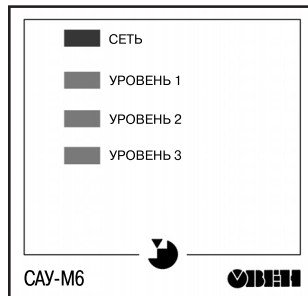

Рис. 4
3.2.2. На лицевой панели прибора (рис. 4) располагаются светодиодные индикаторы: